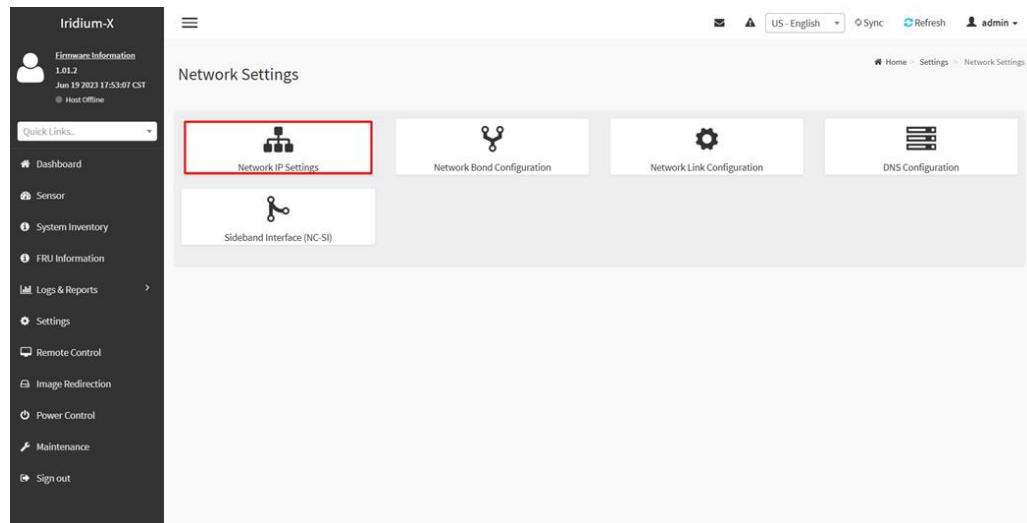

Рисунок 47 – Раздел **Network Settings**
2) Перейдите во вкладку «**Network IP Settings**» (см. Рисунок 47).